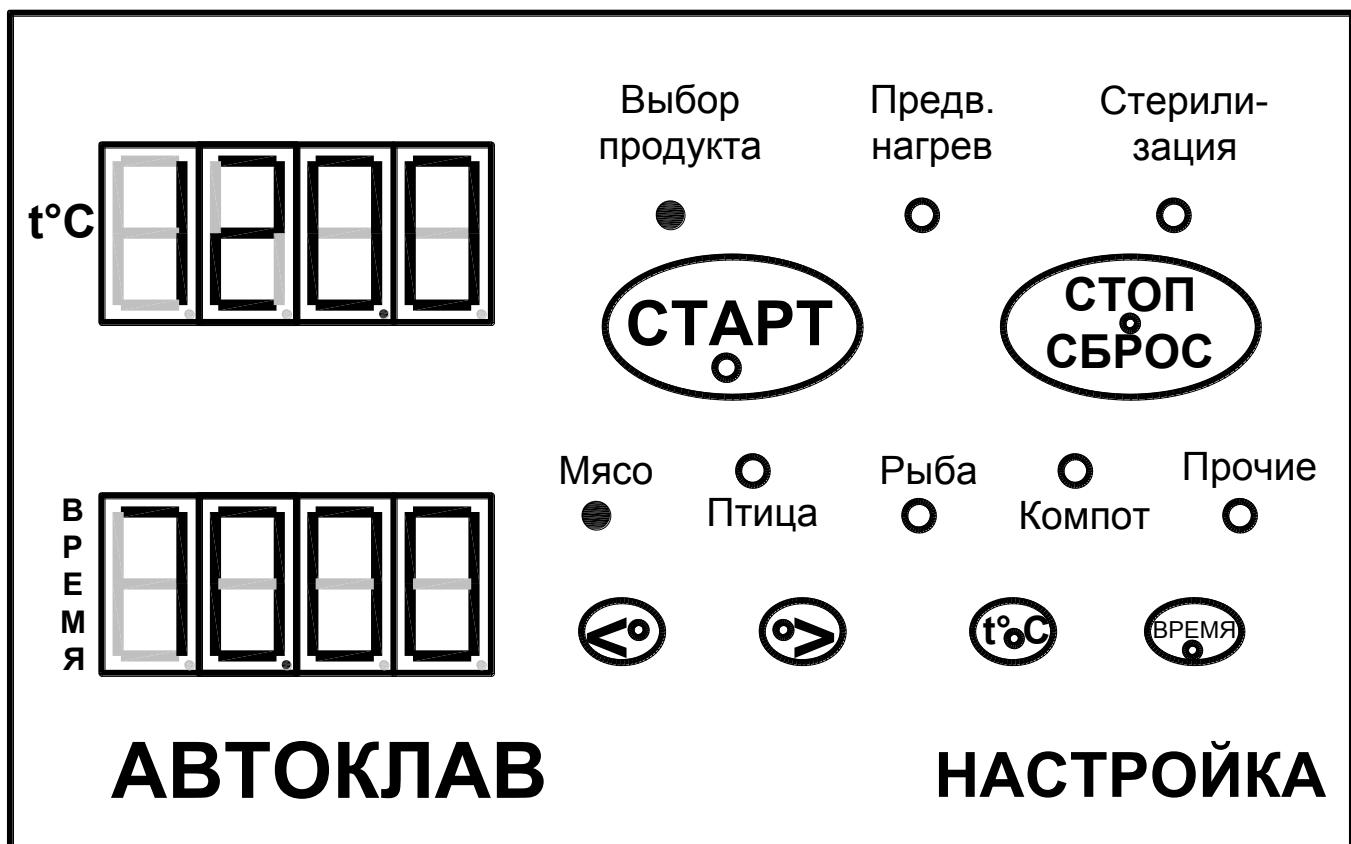

Рис. 4. Лицевая панель ЭБУ
5.2. ЭБУ состоит из микропроцессорного блока с цифровой индикацией. На лицевой панели (рис.4) находятся органы управления и индикации.
ЭБУ подключится к электроэнергии и перейдёт в режим выбора продукта (засветится светодиод «Выбор продукта» (рис.4). На верхнем цифровом табло высвечивается температура стерилизации, а на нижнем – время стерилизации, например мясо – температура 115 °С, время 40 минут (горит светодиод «Мясо») см. рис. 4. Автоклав запоминает параметры последней стерилизации (дистилляции).
6.12. Выбрать необходимый продукт , , , , нажимая одну из двух кнопок выбора продукта. Должен светиться светодиод на лицевой панели (рис.4) соответствующий выбранному продукту, например «Рыба», а на цифровых табло засветятся режимы стерилизации «Рыба» -